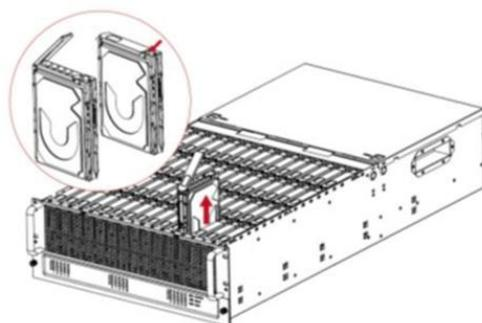

Рисунок 78 - Удаление лотка привода жесткого диска
3.3) Удалить заменяемый диск из лотка (см. Рисунок 78)